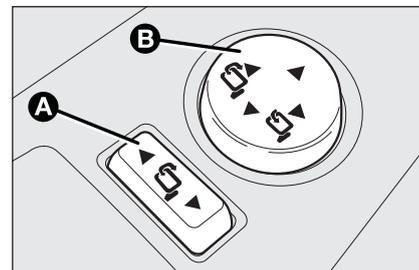

fig. 36
- posicione el selector **A-fig. 36** en la posición neutra (sin espejo seleccionado);
- pliegue el espejo accionando las posiciones laterales del joystick **B-fig. 36**;